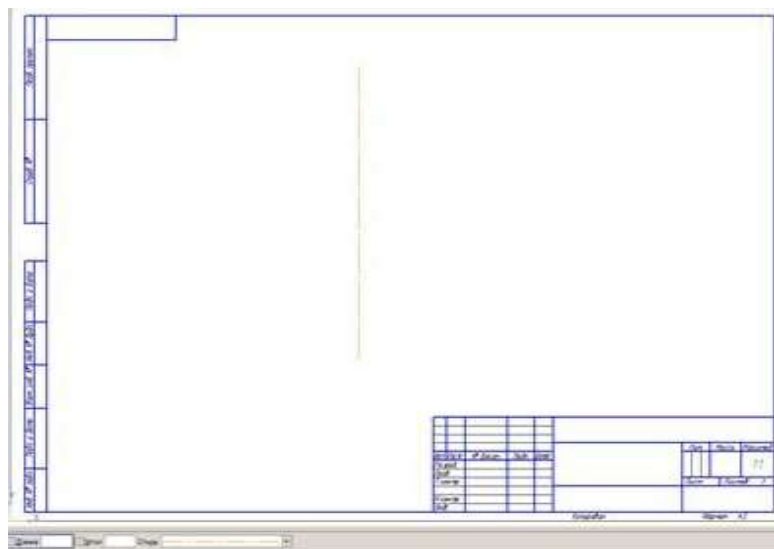

Рисунок 3.3 – Создание осевой линии
3. Подвиньте изображение с помощью кнопки **Показать все (F9)**. Выберите **Отрезок, Стил – Осевая** и начертите осевую линию длиной 170мм (рисунок 3.3).